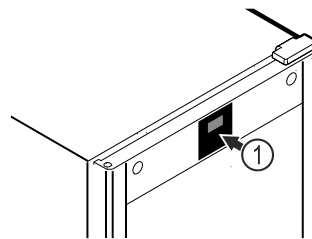

Fig. 51 Példaként szolgáló ábrázolás
A hőmérő gyárilag eleve kalibrálva van (offset értéke +6 Kelvin). Ha a belső tér hőmérséklete eltér a hőmérséklet-kijelzőtől Fig. 51 (1), akkor kalibrálni lehet a hőmérőt.